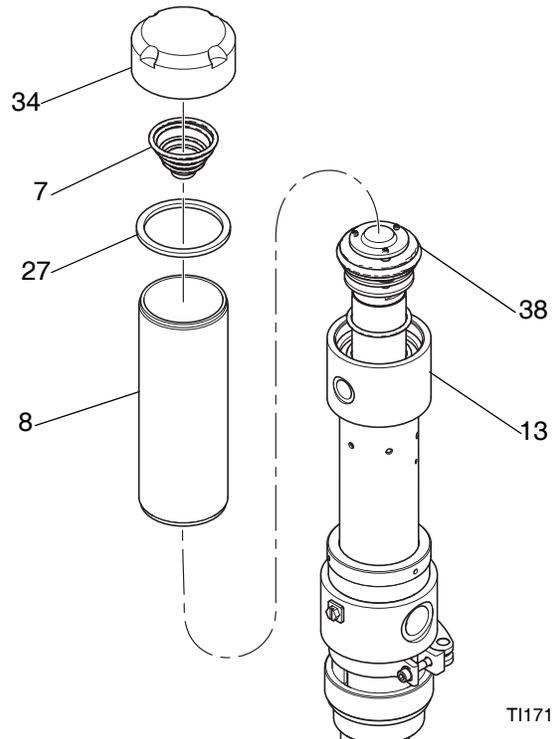

图 10
1. 从气缸（8）上拧下气缸盖（34）。要卸下弹簧（7），应当按螺旋方向在线圈下面轻轻撬动。检查弹簧（7）和垫片（27）有无磨损或损坏；若有必要可更换。参见图 10。
2. 从空气马达底座（13）上拧下气缸（8），将气缸笔直抬出空气活塞（38）。用手拧下或使用链扳手，以防缸体变形。参见图 10。
3. 将弹簧 (7) 和垫片 (27) 重新装上气缸盖 (34) 并将该盖拧到气缸 (8) 上。将气缸拧入空气马达底座 (13)。参见图 10。